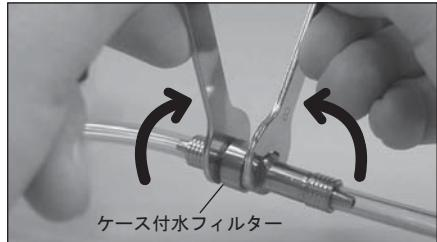

図 25
- 2) スパナ (5x8) 2 本をケース付水フィルターに掛け、矢印の方向に回します。( 図 25)